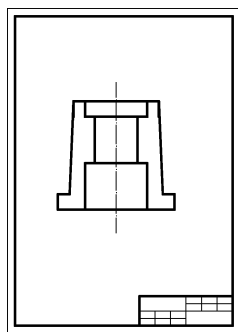

图 11-24 绘制斜线结果
4) 修剪内部线条和绘制斜线。选择“修剪”命令，剪去内部多余线条，并选择“绘图”面板→“直线”命令，“捕捉”尺寸110和尺寸120的端点连线，绘制斜线如图11-24所示。